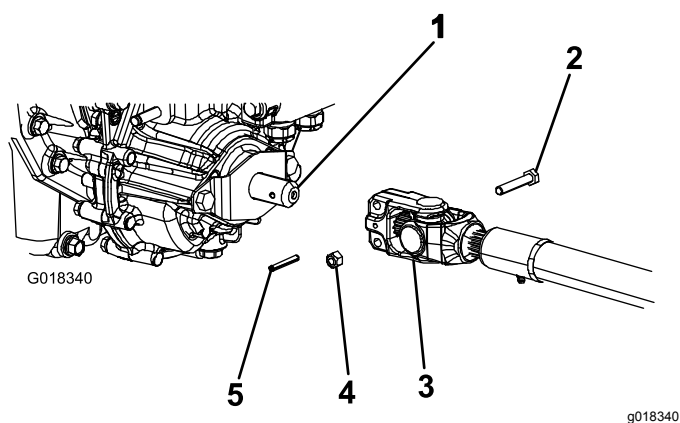

Рисунок 4
3. Расположите карданный вал механизма отбора мощности спереди машины. Убедитесь, что скользящая вилка карданного вала (Рисунок 4) направлена в сторону карданного вала коробки передач.